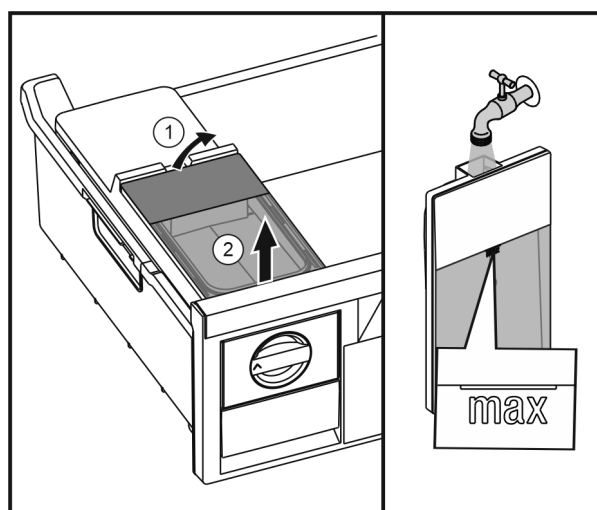

Fig. 38
- ▶ Waterreservoir van achter optillen Fig. 38 (1) en omhoog verwijderen Fig. 38 (2).